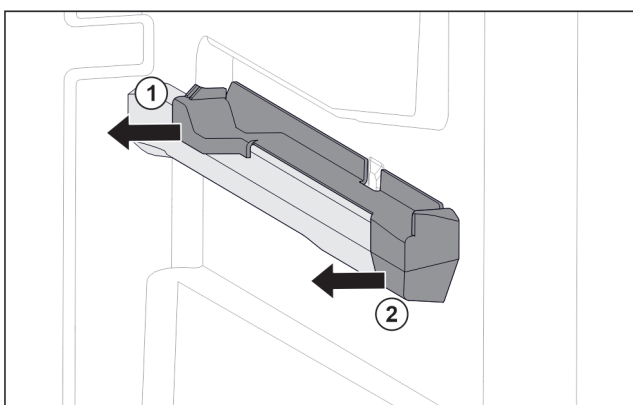

Fig. 68 Вставная часть на правом контейнерном ребре
- Отодвиньте вставную часть сзади в сторону. Fig. 68 (1)
- Отодвиньте вставную часть спереди в сторону. Fig. 68 (2)